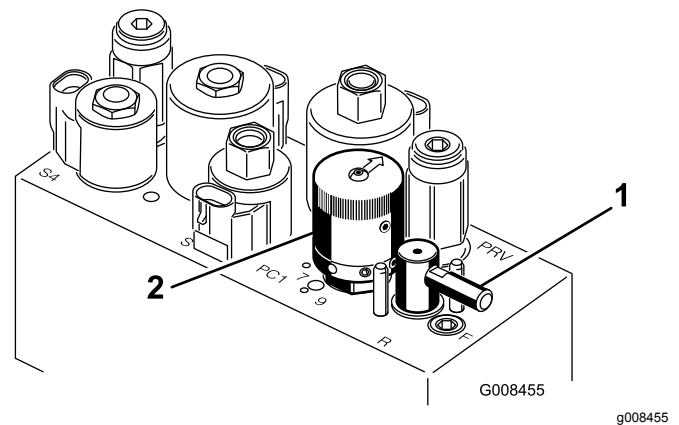

Figura 50
5. Gire la palanca de autoafilado a la posición "R" (Figura 50).
6. Gire el control de velocidad del molinete a la posición 1 (Figura 50).